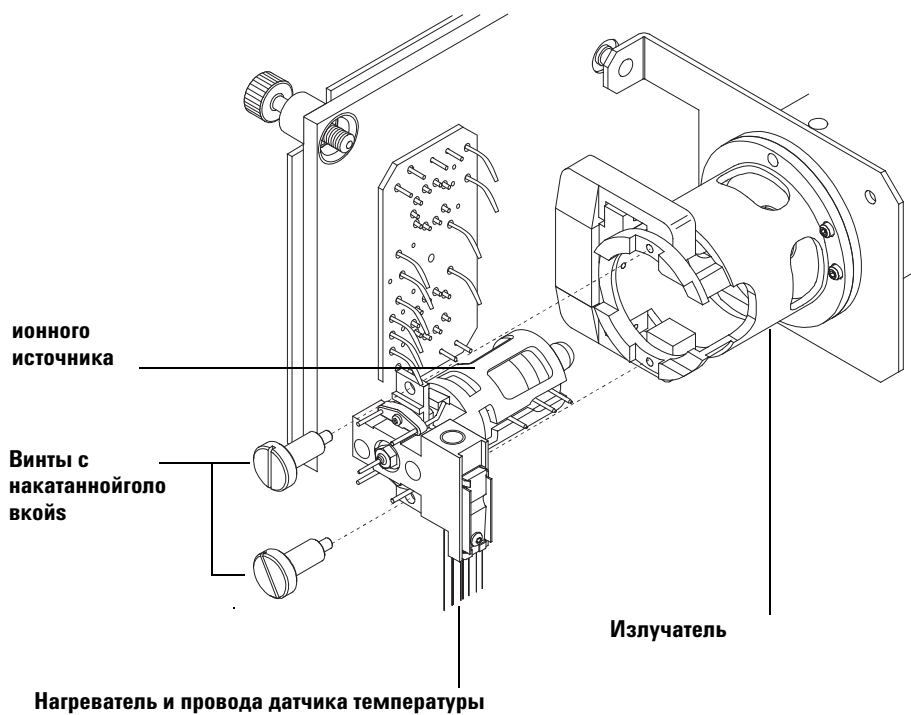

Рис. 26 Установка ионного источника ЭУ
- 1 Установите ионный источник в радиаторе источника (**Рис. 26**).